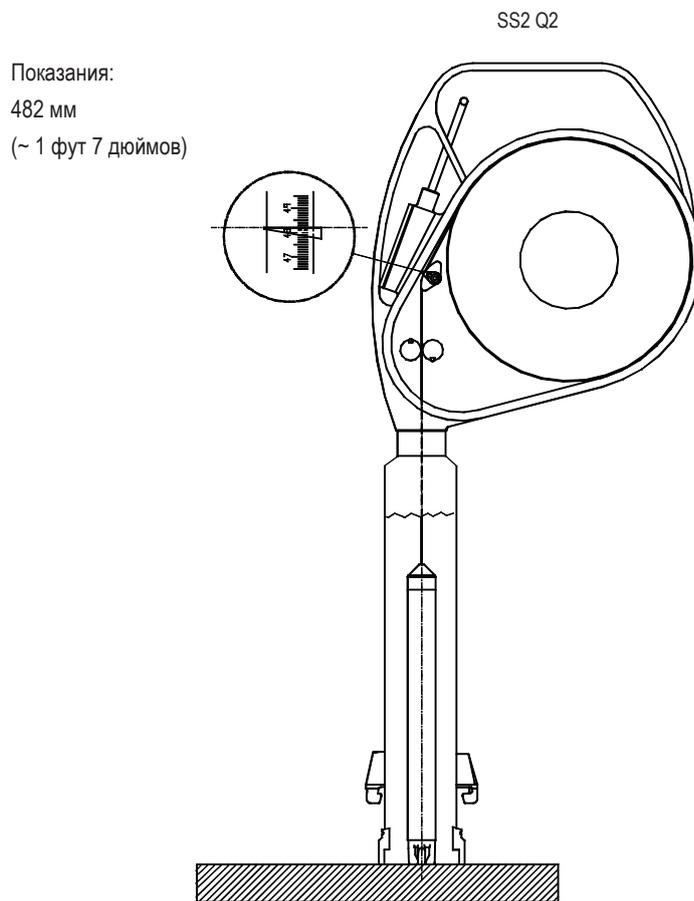

Рис. 10-12
- осторожно опускайте ленту до тех пор, пока датчик не достигнет поверхности (рис. 10-12);